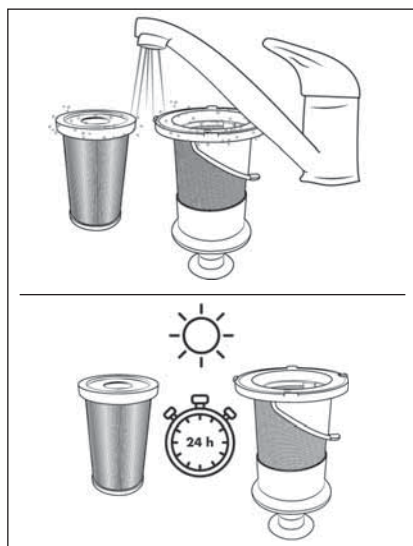

Fig. 22
- 5) Enjuague el filtro EPA **5** y el filtro de acero inoxidable **6** bajo agua fría o templada. Deje que el filtro EPA **5** y el filtro de acero inoxidable **6** se sequen completamente antes de volver a montarlos en el depósito de polvo **7** (consulte la fig. 22).